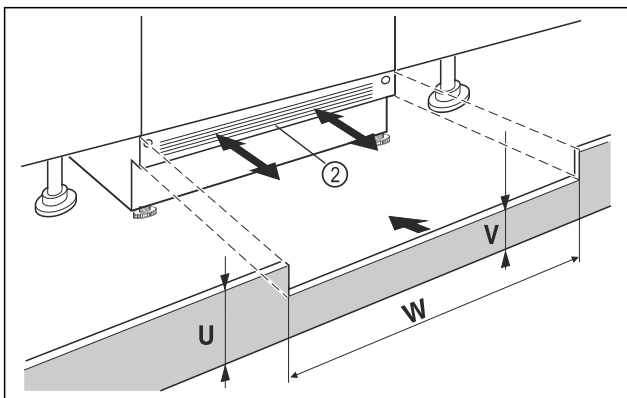

Fig. 11 Voorbeeldweergave
- ▶ Plaats de afdekking van de onderkant van het apparaat Fig. 11 (2) maar zet hem nog niet vast.
- ▶ Als de sokkelafdekking Fig. 11 (2) zichtbaar is, trek het dan naar voren totdat de voorkant van het ventilatierooster en de sokkelafdekking van het meubel gelijk zijn.
- ▶ Bij een verborgen sokkelafdekking Fig. 11 (2), deze gehele naar achteren schuiven.
- ▶ Controleer of de ventilatiesleuven volledig vrij zijn: Snijd indien nodig de hoogte van de sokkelafdekking Fig. 11 (U) op maat!
- ▶ Pas de hoogte van de balk onder de sokkelafdekking van het apparaat Fig. 11 (W) aan de breedte Fig. 11 (V) van de nis Fig. 11 (2) aan.